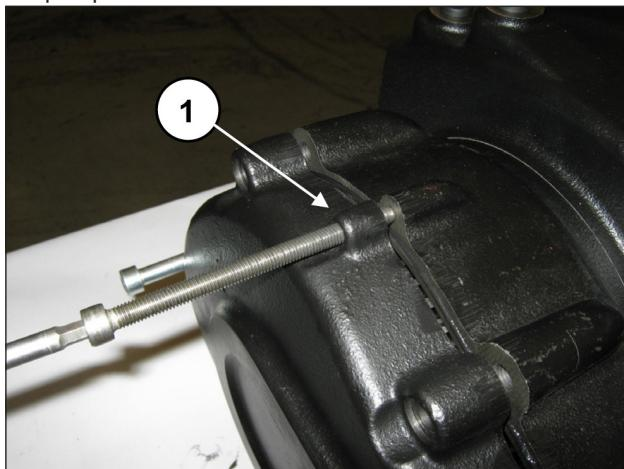

Fig. 6
Aperte gradualmente os 3 parafusos M8 (pos. ①, Fig. 6) com a função de extratores até remover completamente o conjunto tampa e pinhão